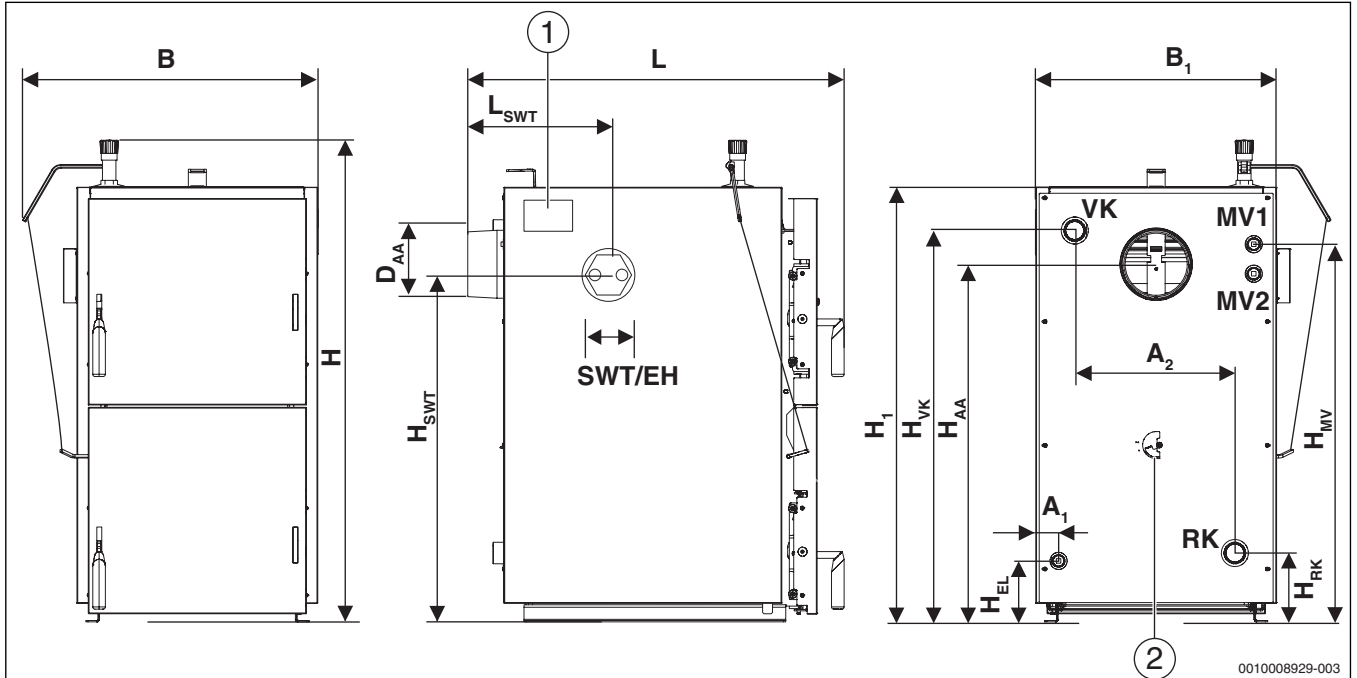

Рис. 5 Размеры Logano S131-15 H
- ▶ Наклейте заводскую табличку в хорошо доступном и видимом месте, например, вверху на боковую стенку котла (→ рис. 5, стр. 7).